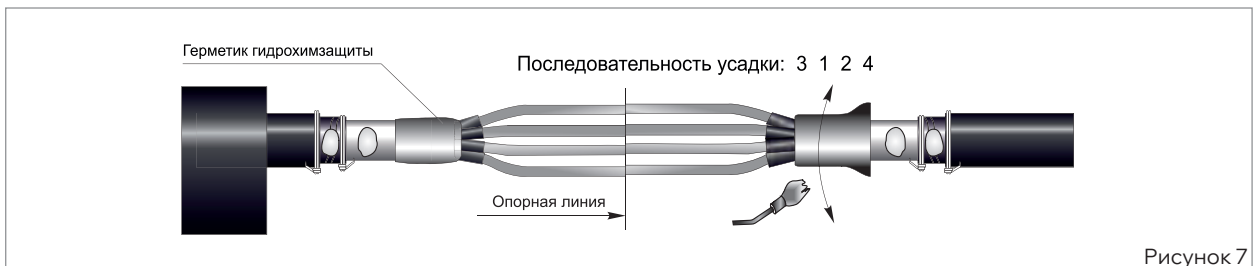

Рисунок 7
- Усадку перчатки производить в последовательности, приведенной на рис. 7.